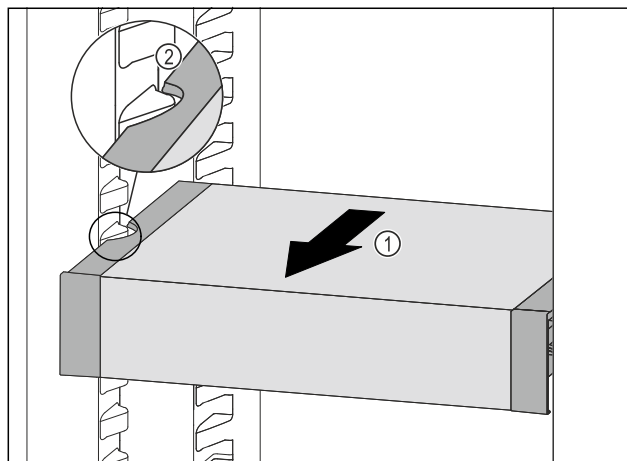

Fig. 98
- VarioSafe nach vorne ziehen Fig. 98 (1), bis sich die seitlichen Aussparungen des VarioSafes auf Höhe der Behälterrippe im Kühlteil befinden. Fig. 98 (2)